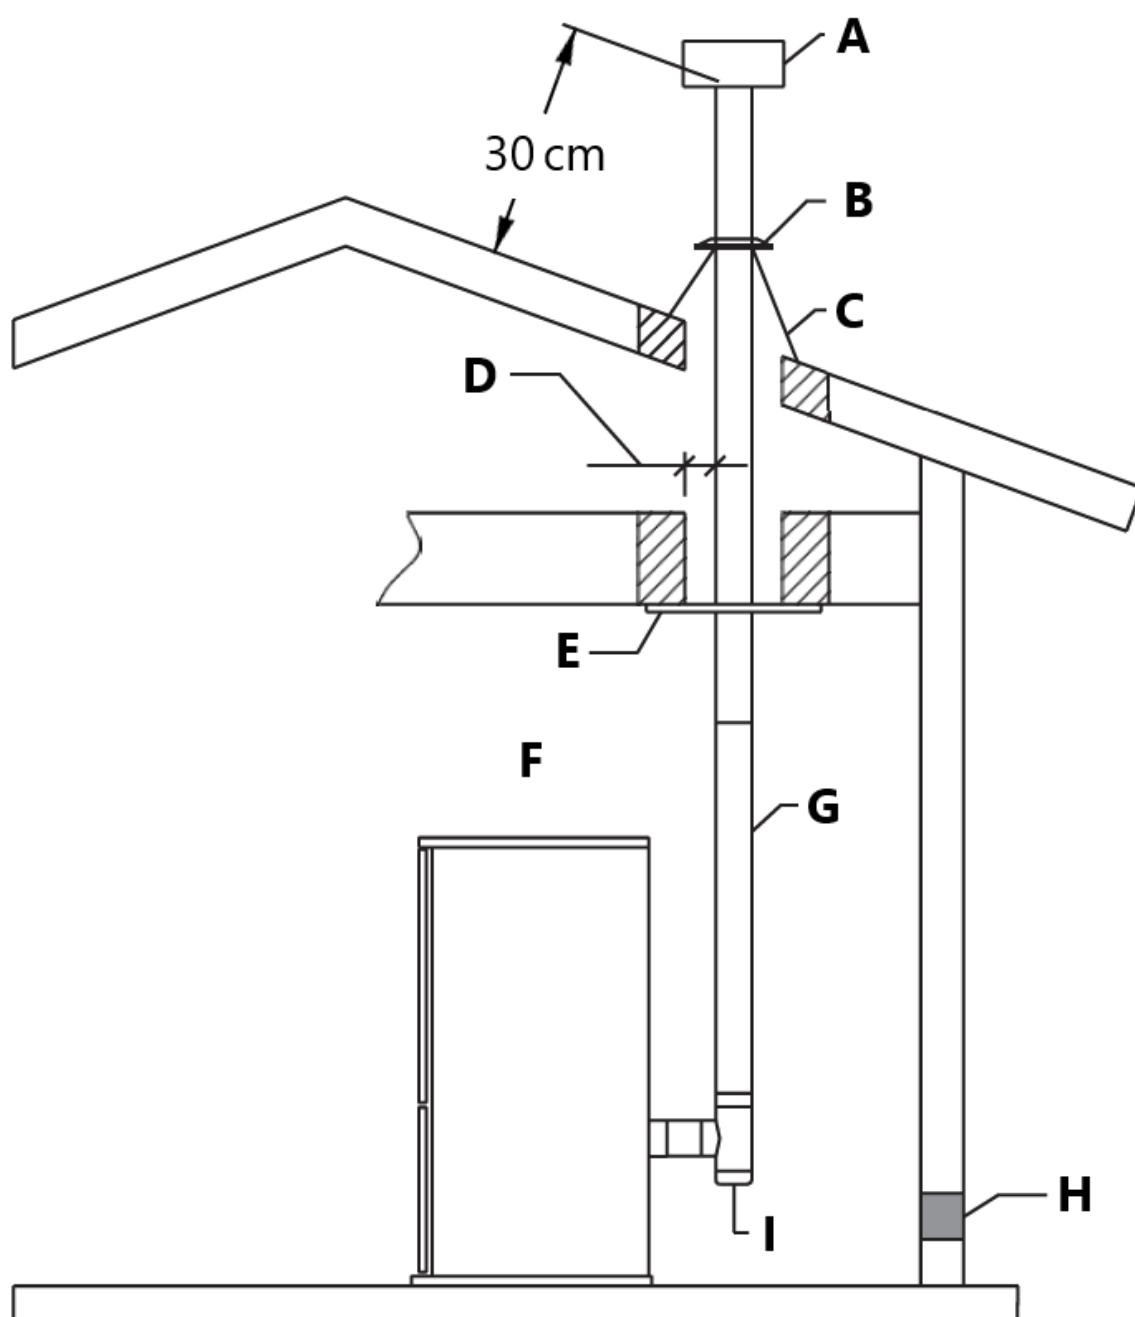

fig. 11
- Estendere il PL Vent almeno 12" (30 cm) sopra la linea del tetto e terminare con un cappuccio antipioggia certificato PL (Fig. 11). Se lo sfiato si estende per più di 6' sopra la penetrazione del tetto, è necessario utilizzare i pali di rinforzo del tetto e una fascia di rinforzo del tetto per fornire supporto laterale. Nelle regioni geografiche in cui si verifica una temperatura ambiente bassa e prolungata, si consiglia di racchiudere le prese d'aria esterne sotto la linea del tetto. Ciò aiuta a ridurre la formazione di condensa, l'accumulo di fuliggine e la scarsa ventilazione.
- Posiziona il cappuccio antipioggia sulla sezione di ventilazione superiore e ruotalo per bloccarlo sulla sezione di ventilazione superiore (Fig.11).